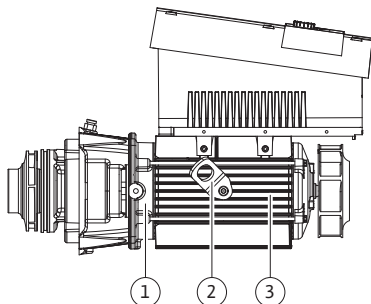

Fig. 13: Kit embrochable
Pour le montage, la roue (fig. 6, pos. 6) et la lanterne (fig. 6, pos. 7) font partie du kit embrochable (fig. 13).
Pour ce faire, les œillets de transport (fig. 13, pos. 2) sont retirés de la bride du moteur (fig. 13, pos. 1), déplacés sur le carter du moteur puis refixés avec les mêmes vis sur le carter du moteur (fig. 13, pos. 3).